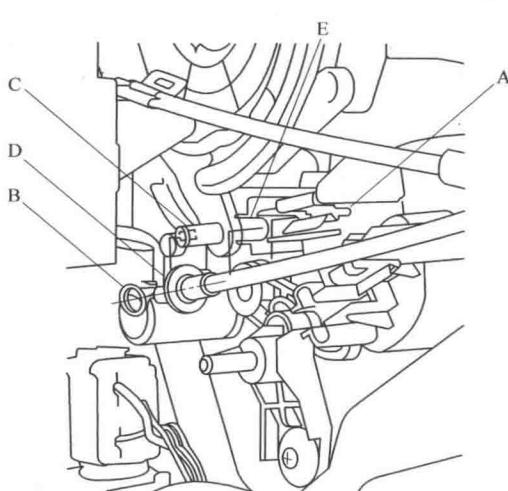

图 2-3 断开送风模式控制拉索
- ① 断开送风模式控制拉索
- b. 如图 2-3 所示，从卡夹 A 上松开模式控制拉索壳体，并从模式控制连杆 C 上断开内拉索 B。